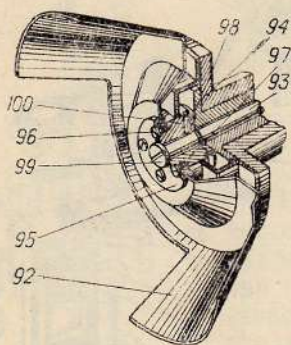

Рис. 13
**Обтюратор.** Обтюратор 92 (рис. 13) — конический, двухлопастный. Вал 93 вращается со скоростью 1440 об/мин в двухопорном подшипнике 94 с втулками из антифрикционного чугуна.